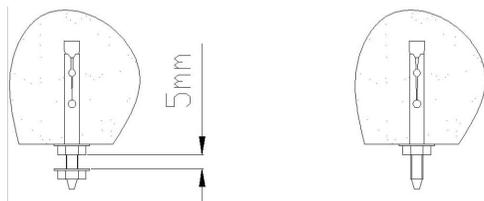

图 5
- 4、根据记好的孔位置，用冲击钻打出 4 个  $\phi 10 \times 80$  的孔，将膨胀螺丝打入天花板，并用扳手拧紧螺丝。然后，将下端的螺母松出使垫片与上螺母的距离为 5mm 左右。并将另侧 2 个膨胀螺丝螺母及垫片都取下（如图 5 所示）。